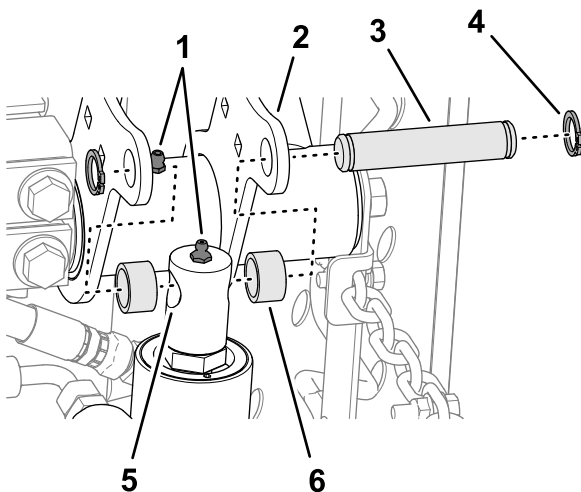

Figura 15
4. Mover a haste do cilindro de elevação lentamente até alinhá-la com os orifícios nos flanges do braço de elevação direito (Figura 15).
5. Monte a haste nos flanges com o pino de fixação, 2 espaçadores e 2 anéis de pressão (Figura 15).
- Alinhe os orifícios nas placas da estrutura de suporte traseira com os orifícios nas placas de montagem da unidade de corte (Figura 15).